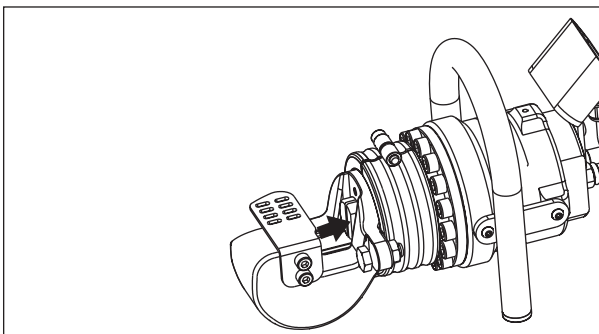

Figura 6, Stelo e lama in posizione Home (completamente retratta)
Assicurarsi sempre che lo stelo e la lama mobile siano del tutto retratti in posizione "Home" prima di posizionare qualsiasi materiale nella testa di taglio. Vedere la figura 6.
2. Verificare che lo stelo si trovi in posizione "Home" (completamente retratto). Vedere la figura 6.